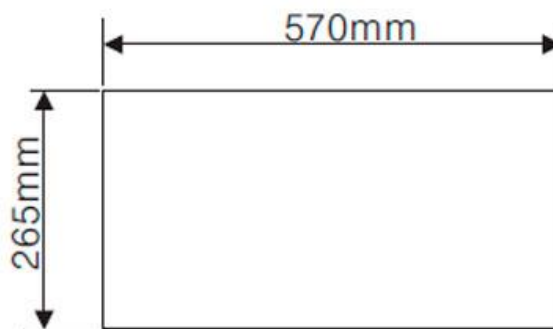

Рис. 2
- Подготовьте отверстие в шкафу в соответствии с размером, указанным на рис. 2. Убедитесь, что расстояние между краем отверстия и краем шкафа составляет не менее 17 мм.